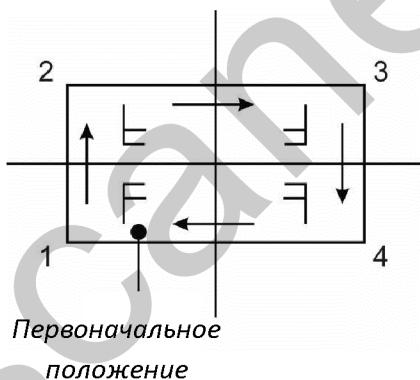

Рис. 9
- 4) Нажать кнопку **Reverse (Назад)** для изменения положения изображения. Изображение можно реверсировать в горизонтальной и вертикальной плоскостях (см. рис. 9).